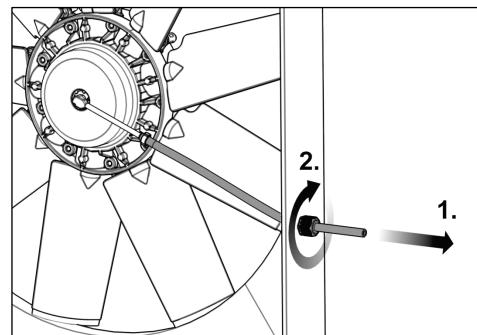

Fig. 32
24) Stram trykslangen (se Fig. 32 trin 1), så luftindtagsenheden kan dreje let (maks. 15°).
25) Fastgør trykslangen med trækaflastningen (se Fig. 32 trin 2).